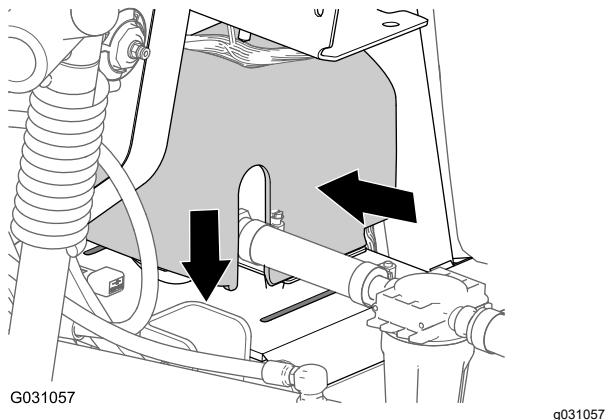

Рисунок 185
| 2. Совместите крышку промывочного насоса с посадочной плитой промывочного насоса (Рисунок 185). | |
3. Сожмите крышку промывочного насоса с двух сторон и совместите выступы крышки с посадочной плитой (Рисунок 185).
4. Вставьте выступы в пазы и отпустите обе стороны крышки (Рисунок 185).